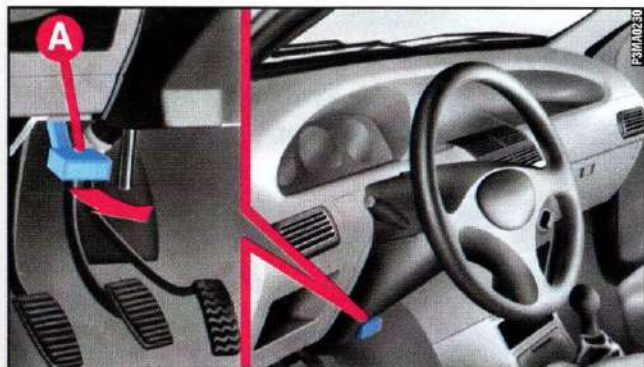

fig. 71
- 1) Tirare nel senso della freccia la leva **A**-fig. 71 (di colore rosso).